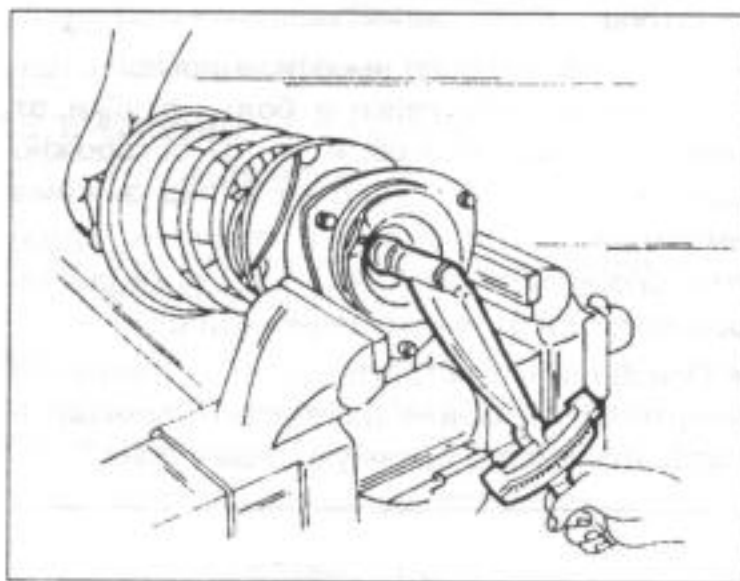

Рис.202.
- Завинтить новую гайку и затянуть с моментом затяжки 65—82 Нм. На рис.202 показано, как зажимается опора амортизационной стойки, чтобы затянуть гайку.